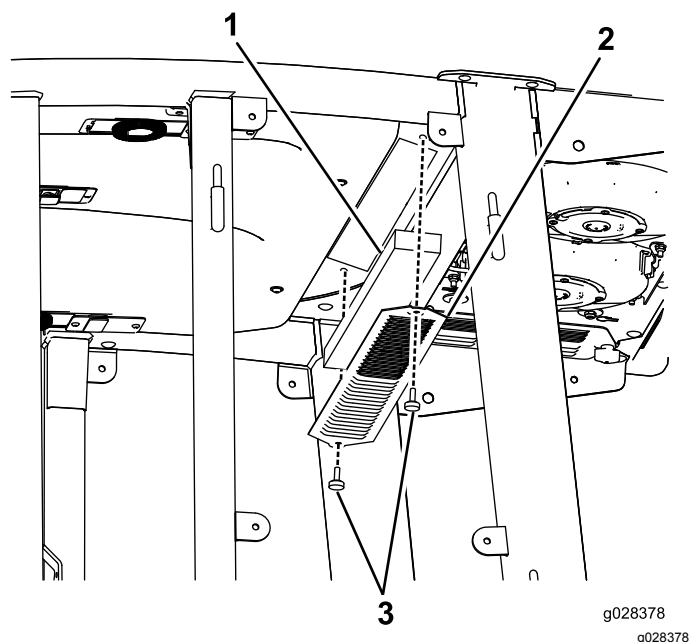

Figure 121
1. Retirez les vis et les grilles des filtres à air intérieur et arrière de la cabine (Figure 121).